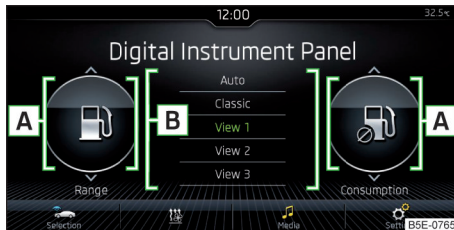

Abb. 39
- ▶ In den Bereichen **A** » Abb. 39 die gewünschten zusätzlichen Informationen durch eine Fingerbewegung senkrecht über das Display wählen.